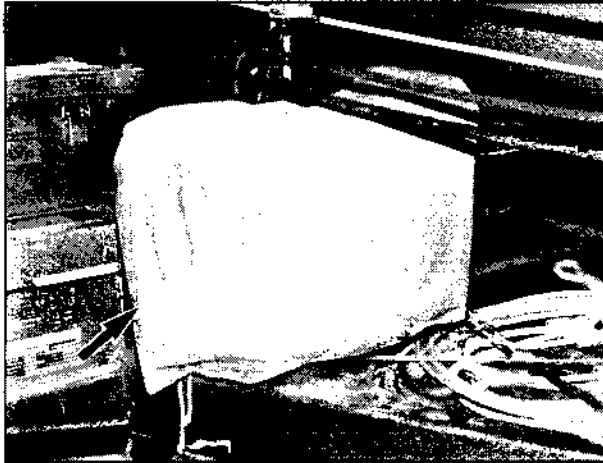

Bild 121
1. Abdeckhaube (Bild 121/Pfeil) über der Elektrowinde abnehmen.